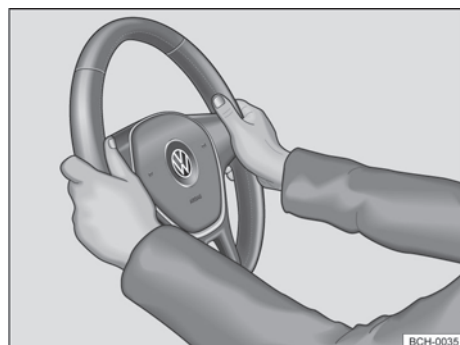

Fig. 61 En el volante: posición 9 y 3 horas.
- Ajustar la posición del volante de forma que pueda sostenerlo lateralmente por el borde exterior *en las posiciones equivalentes a las 9:00 y a las 3:00* → fig. 61 con ambas manos y los brazos ligeramente doblados.
- Empuje la palanca ① siempre por su mango con firmeza hacia arriba después del ajuste, para bloquear la posición del volante.
- Durante la conducción, siempre sujete el volante con ambas manos lateralmente en el borde externo en la posición equivalente a las 9:00 y a las 3:00 → fig. 61, para reducir las lesiones provocadas por un disparo del airbag frontal del conductor.